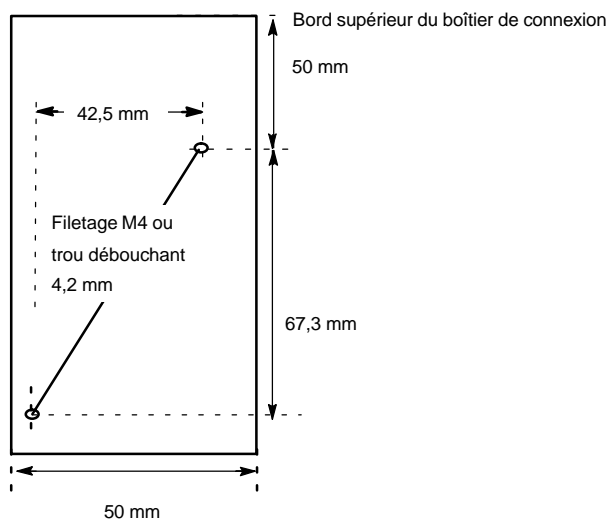

Figure 4-31 Schéma de perçage pour boîtier de connexion
- par vissage sur une embase. La fixation s'effectue à l'aide d'une vis à tête cylindrique. La figure 4-31 présente le schéma de perçage pour la fixation par vis.
- par montage mural (maçonnerie, béton). Utilisez pour ce faire 2 chevilles de type 5, 2 vis à bois à tête ronde DIN96, diamètre 3,5, L70 et deux rondelles DIN 125–4,3. Pour le perçage des trous, se référer à la figure 4-31.